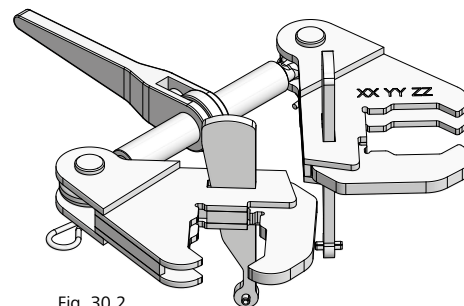
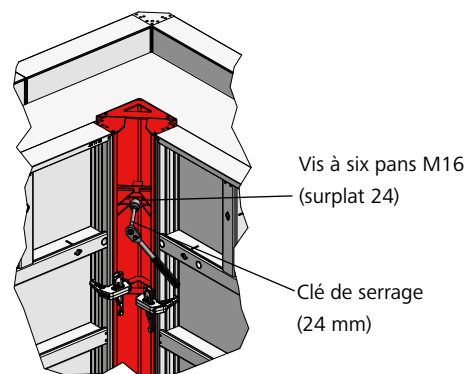

Fig. 30.2
Fig. 30.4
Pour détacher l'AID AluFix, il faut utiliser une clé de serrage de 24 mm (Fig. 30.4), ainsi que l'outil AID AluFix (Fig. 30.2).
1. Dévisser toutes les vis à six pans à l'aide d'une clé de serrage de 24 mm (Fig. 30.4).